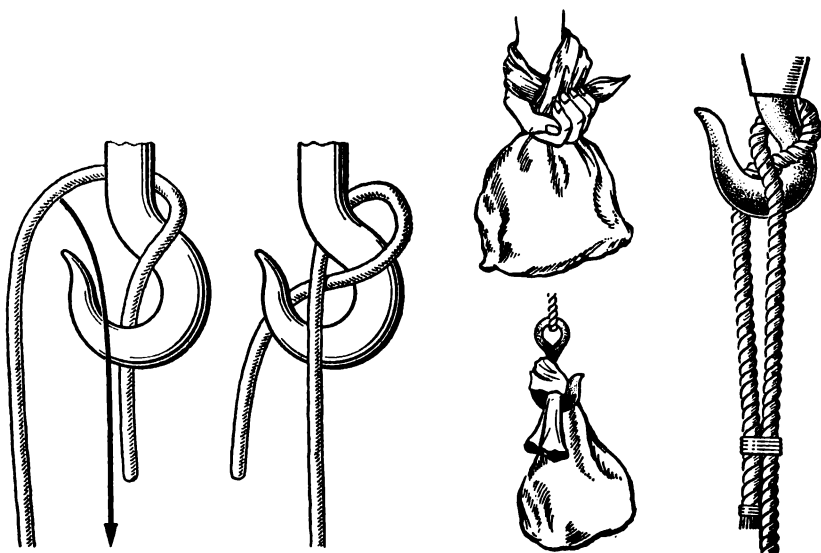

Рис. 105. Гачный узел
**Гачный узел** (рис. 105). Когда под рукой нет нужного стропа, груз поднимают краном или стрелой на гаке, используя обычный стальной или растительный трос. При этом пользуются гачным узлом. В этом нехитром узле заложена большая мудрость. При нагрузке на коренной конец ходовой конец троса прижимается к внутренней стороне шейки гака, а петля, затянутая вокруг его спинки, держит оба конца. Надсвая трос на гак, нужно внимательно проследить, чтобы коренной конец троса обязательно проходил над ходовым. Чтобы гачный узел при прекращении нагрузки не стравился, ходовой конец прихватывают временной схваткой к коренному.